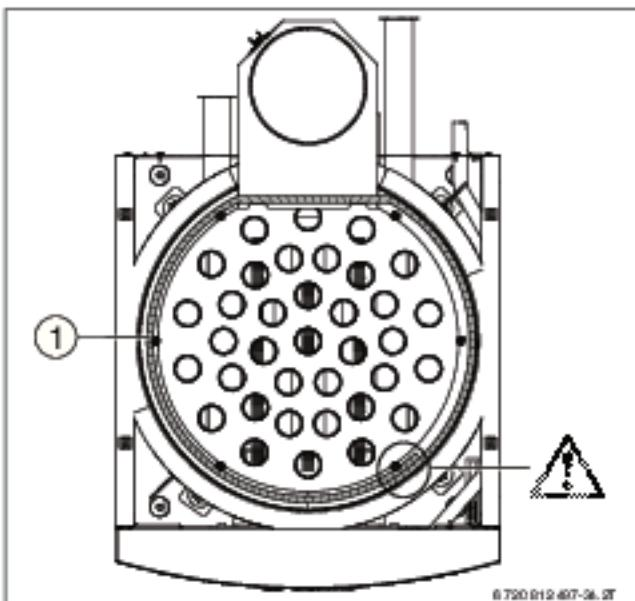

Рис. 38 Укладка уплотнительного шнуря
- ▶ Снова уложите уплотнительный шнур (→ рис. 38, стр. 34).